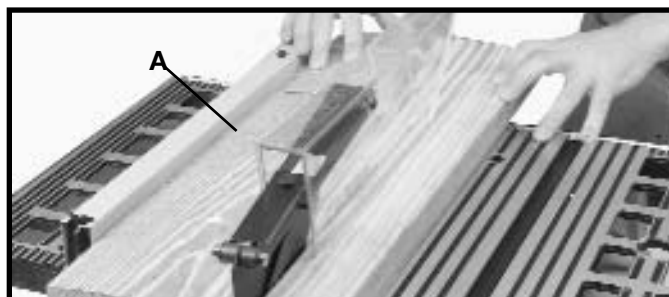

Fig. 40
4. Gire la hoja y revise el mismo diente marcado en la parte posterior de la mesa, como se ilustra en la Fig. 40.
La realización de cortes al hilo consiste en cortar longitudinalmente a través de una tabla. El tope-guía para cortar al hilo (A), Fig. 40, se utiliza para posicionar y guiar la pieza de trabajo. Un borde de la pieza de trabajo se desplaza contra el tope-guía para cortar al hilo, mientras que el lado plano de la tabla descansa sobre la mesa. Como la pieza de trabajo se empuja a lo largo del tope-guía, debe tener un borde recto y hacer contacto sólido con la mesa.
1. Arranque el motor y haga avanzar la pieza de trabajo sujetándola hacia abajo y contra el tope-guía. No se sitúe nunca en la línea del corte de la sierra cuando realice cortes al hilo. Sujete la pieza de trabajo con las dos manos y empujela a lo largo del tope-guía y hacia la hoja de sierra (Fig. 40). Seguidamente, se puede hacer avanzar la pieza de trabajo a través de la hoja de sierra con una mano o con las dos manos. Después de que la pieza de trabajo esté más allá de la hoja de sierra y los dedos antirretroceso, se retira la mano de la pieza de trabajo.